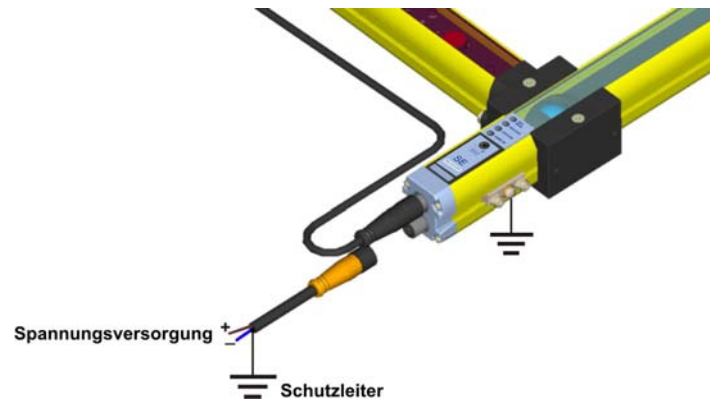

Abb. 12
- Falls gewünscht, kann das Gehäuse der Einrichtung unter Einsatz des mitgelieferten, für den Masseanschluss vorgesehenen Mechanikteils geerdet werden (dazu muss Bezug auf die Konfiguration gemäß Abb. 12 genommen werden).